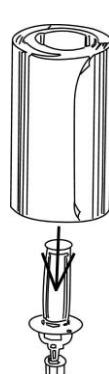
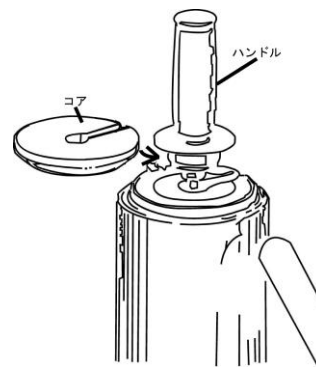

図6
図7
- ③ハンドル側から、ラップを挿入してください（図6参照）。
- ④コアの溝をハンドルとラップの間に挿入して、ハンドルをベース側に押さえながら、蝶ねじを時計回転方向に回して確実に締め込んでください。
- ⑤ハンドルを時計回転方向に回してください。ハンドルの締め付け力により、ラップの張力を調整することができます（図7参照）。